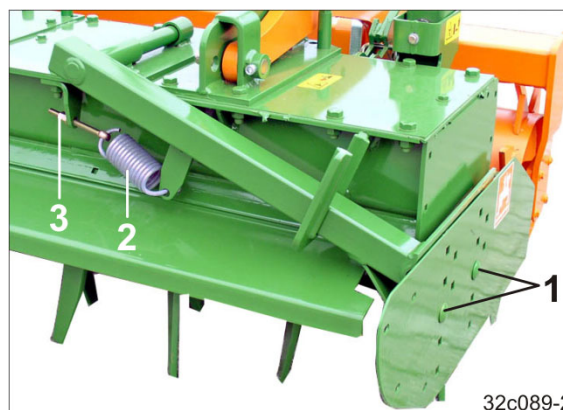

Fig. 88
Sidepladen er fastgjort med to fladrundskruer (Fig. 88/1) og kan indstilles i højden.
2. Fjedrenes spænding (Fig. 88/1) indstilles ved at dreje møtrikken (Fig. 88/2).